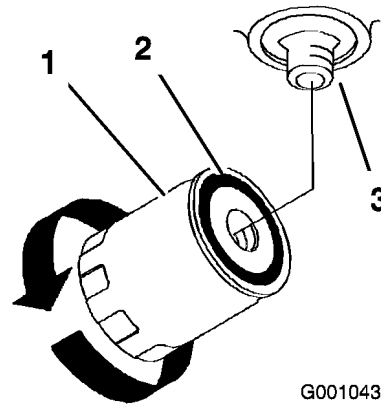

Figura 72
4. Spalmate un velo di fluido sulla guarnizione di gomma del filtro di ricambio (Figura 72).
6. Riempite il serbatoio con fluido idraulico finché il fluido non fuoriesce dal filtro, quindi girate il filtro in senso orario fin quando la guarnizione di gomma tocca l'adattatore del filtro; a questo punto serrate il filtro girandolo di un altro mezzo giro (Figura 72).